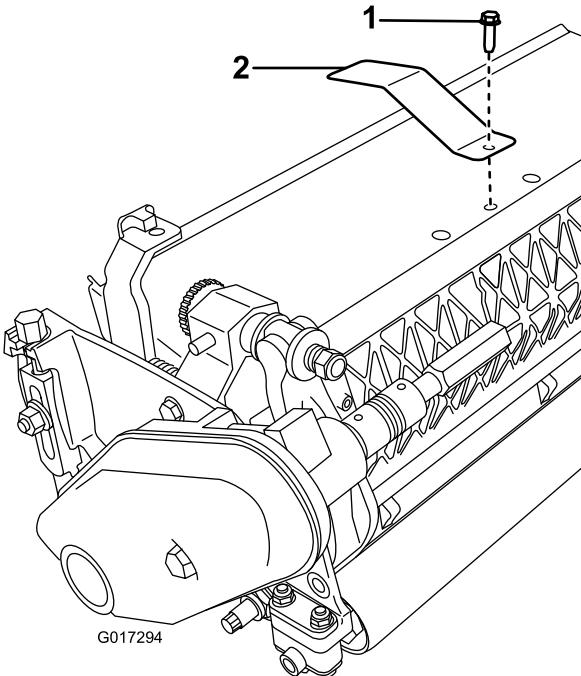

Figura 3
- Remova o parafuso central do resguardo de relva (Figura 3).
- Instale a placa alvo na parte superior da unidade de corte utilizando o parafuso que removeu previamente (Figura 3).